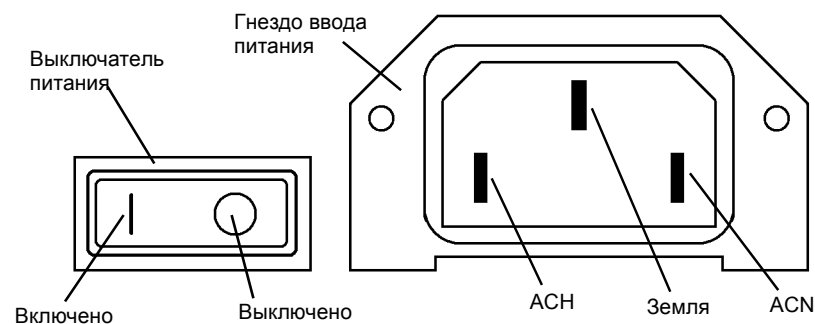

Рисунок 2 Выключатель и гнездо ввода питания
- ii. Подсоедините зажим прибора к контакту Земля (Рисунок 2).
- в. Проверьте, что черный щуп измерительного прибора подсоединен к контакту Земля (Рисунок 2).